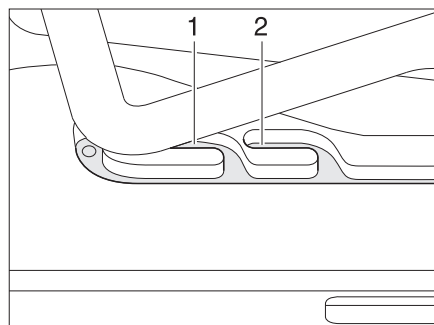
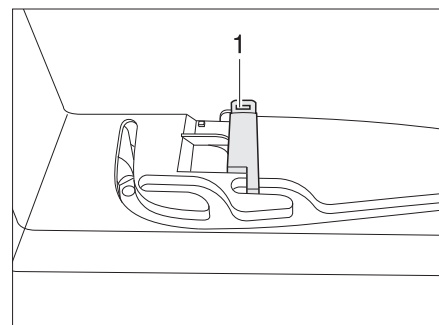

Fig. 44 Lanterneau Heki en position de ventilation
Fig. 45 Verrouillage position de ventilation
Il est possible d'amener le lanterneau Heki en deux positions de ventilation : Position pour mauvais temps (Fig. 44,1) et position intermédiaire (Fig. 44,2). Suivant le modèle, il est possible de verrouiller le lanterneau en position intermédiaire avec le verrou (Fig. 45,1).
- Pousser légèrement l'étrier vers le haut, le pousser dans la glissière choisie (Fig. 44,1 ou 2) et le verrouiller si nécessaire.